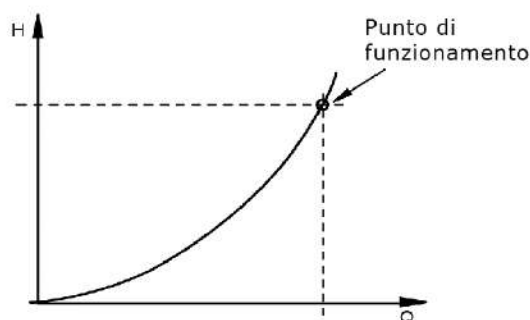

Fig.1 System characteristic
Inserire la portata massima richiesta (Q) sull'asse X e le perdite di pressione massime (H) sull'asse Y. Vedere la Fig. 1.